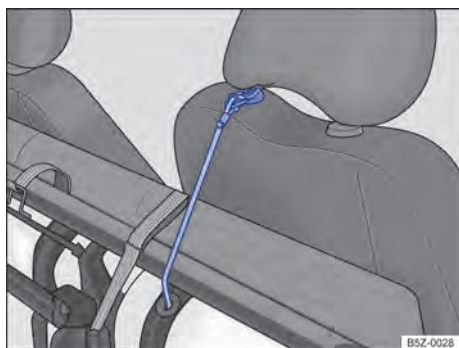

Fig. 62 Cinta elástica vermelha para fixação na haste do apoio para cabeça.
- Localizar a cinta elástica vermelha alojada na parte inferior do assento do banco e, encaixar o gancho dessa cinta na haste do apoio para cabeça do banco do passageiro → Fig. 62, imobilizando o conjunto.
- Soltar o gancho da cinta elástica vermelha da haste do apoio para cabeça → Fig. 62 e, encaixar debaixo do banco traseiro.